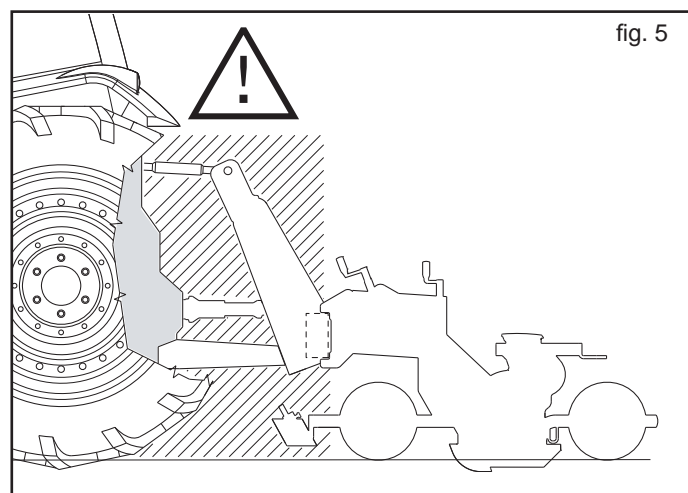

fig. 5
- 25) Il est absolument interdit de se mettre entre le tracteur et l'attelage pour manoeuvrer la commande de levage de l'extérieur (Fig. 5).
- 26) Il est absolument interdit de se mettre entre le tracteur et l'équipement (Fig. 5) si le moteur est en marche et le cardan est enclenché. Il n'est possible de s'interposer entre le tracteur et l'équipement qu'après avoir actionné le frein de stationnement et avoir inséré, sous les roues, une cale en bois ou un caillou de blocage de dimensions appropriées.